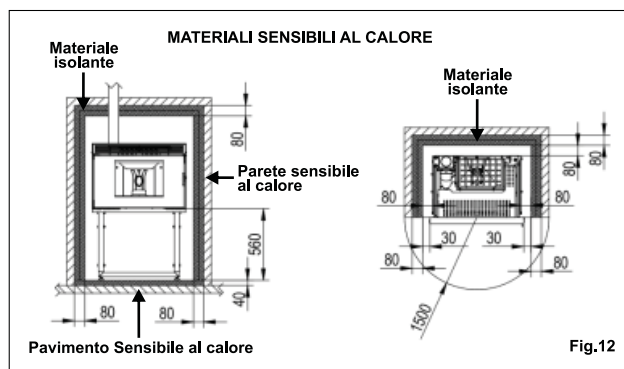

Fig.12
- Se le pareti sono realizzate in **materiali sensibili al calore** rispettare le distanze minime di **fig.12** utilizzando come materiale isolante Lastre isolanti leggere in calce silicato per alte temperature con temperatura di classificazione °C 1000 di spessore mm 40 per il pavimento e mm 80 per le pareti e il soffitto.